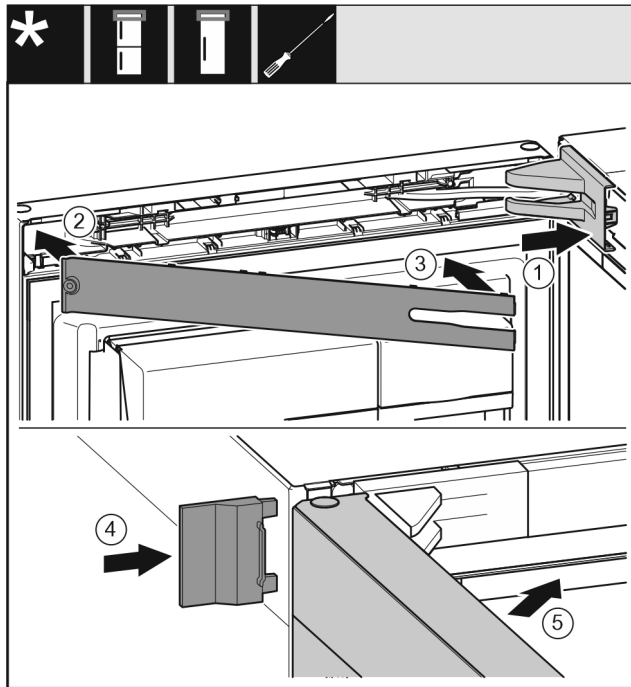

Fig. 24
- Mettre en place le cache du support de palier Fig. 24 (1) et l'enclencher. Au besoin, l'écarter avec précaution.
- Poser le cache Fig. 24 (2).
- Faire pivoter le cache Fig. 24 (3) et l'enclencher.
- Insérer le cache extérieur Fig. 24 (4).
- Fermer la porte supérieure Fig. 24 (5).